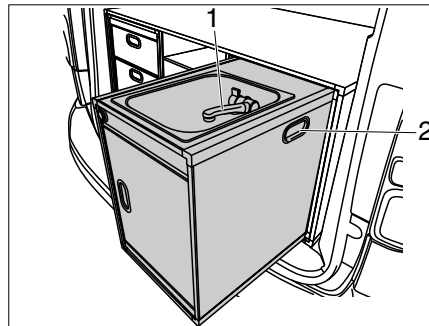

Bild 19 Spül-Modul
Das Spül-Modul kann bei Bedarf ausgebaut werden. Der Wasserhahn (Bild 19,1) und die Ladefunktion der USB-Steckdose kann auch im ausgebauten Zustand weiterhin benutzt werden. Mit geladener Lithium-Batterie auf der Rückseite des Spül-Moduls lässt sich das Spül-Modul auch im Freien verwenden.
- In die Griffmulden (Bild 19,2) links und rechts fassen, Spül-Modul anheben und aus dem Fahrzeug heben.